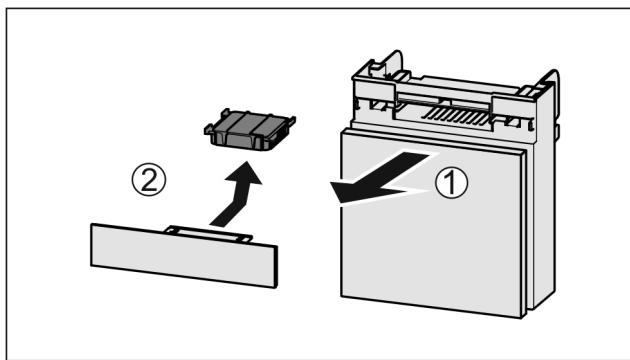

Fig. 62
- Vytiahnite zásuvku smerom dopredu Fig. 62 (1).
- Vyberte aktívny uhlíkový filter Fig. 62 (2).